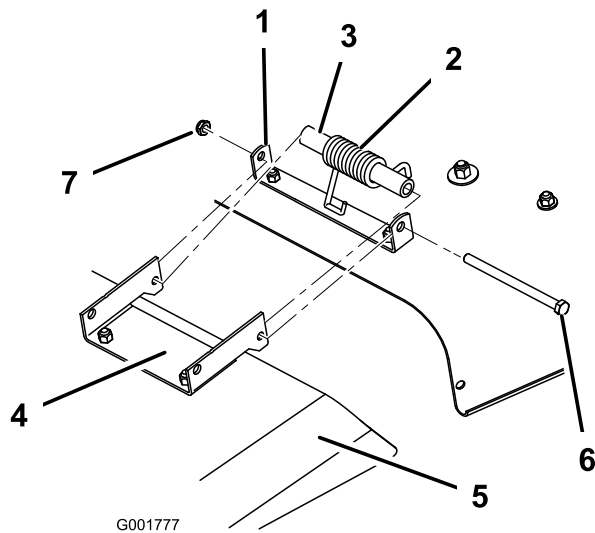

Figure 50
1. Retirez le contre-écrou, le boulon, l'entretoise et le ressort qui fixent le déflecteur aux supports du plateau de coupe (Figure 50). Enlevez le déflecteur s'il est endommagé ou usé.
2. Placez le déflecteur d'herbe en face des trous des supports, et les extrémités droites des ressorts et des entretoises dans l'espace entre les supports et au-dessus du déflecteur (Figure 50).
3. Placez le ressort et l'entretoise de sorte que les extrémités crochues du ressort soient dirigées vers le bas, une extrémité en contact avec le plateau de coupe et l'autre sur le déflecteur (Figure 50).